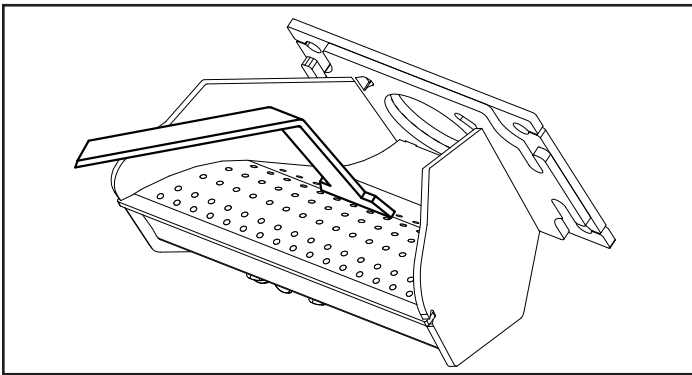

Figure 5.1
- Grattez la surface percée supérieure et les côtés du pot de combustion jusqu'au tube de vis sans fin (figure 5.1). Il n'est pas nécessaire de complètement retirer tout le matériau du pot de combustion. L'excédent sera poussé à l'extérieur pendant l'utilisation suivante.